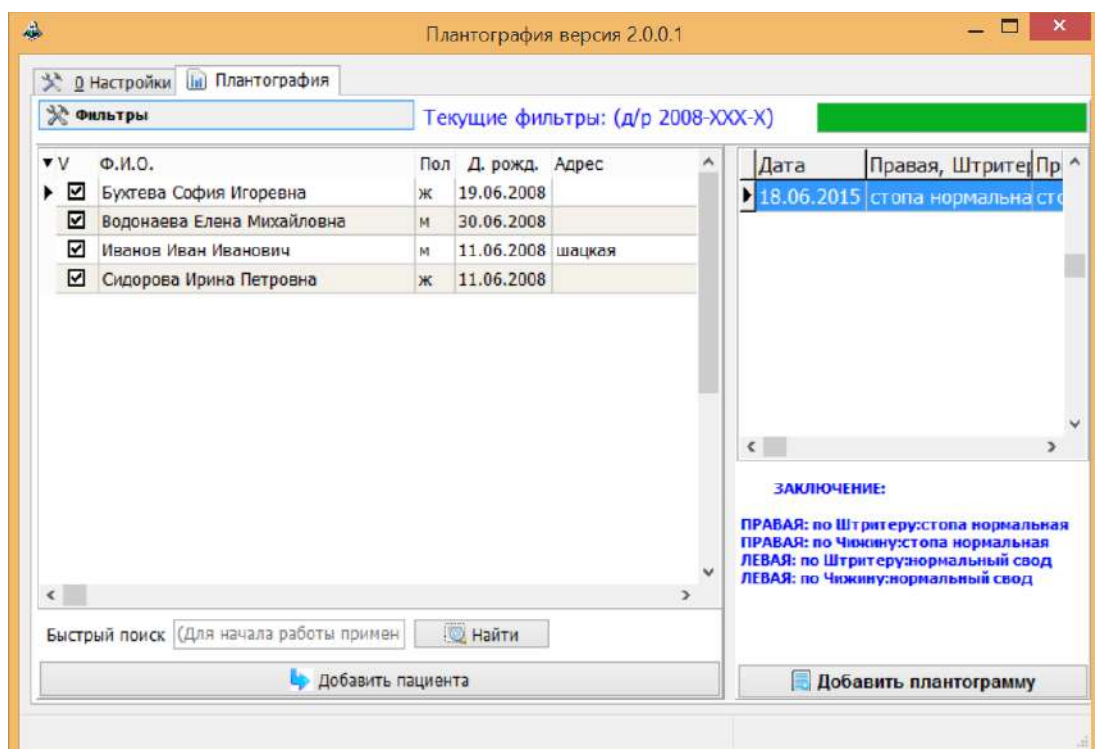

Рисунок 1 – Внешний вид формы списка пациентов
- Добавить пациента (кнопка  ) или найти существующего (по умолчанию список пациентов при открытии программы пуст. Для поиска пациента необходимо набрать первые буквы фамилии в окне быстрого поиска или выставить фильтры – см. рисунок 1)